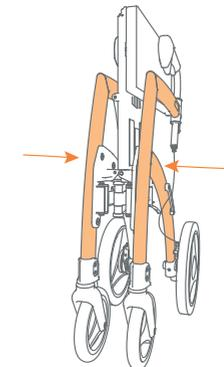

Figura 11C: spingere ulteriormente il telaio all'interno.
- Spingere i lati del telaio l'uno verso l'altro finché il deambulatore non è completamente piegato (**Figura 11C**).